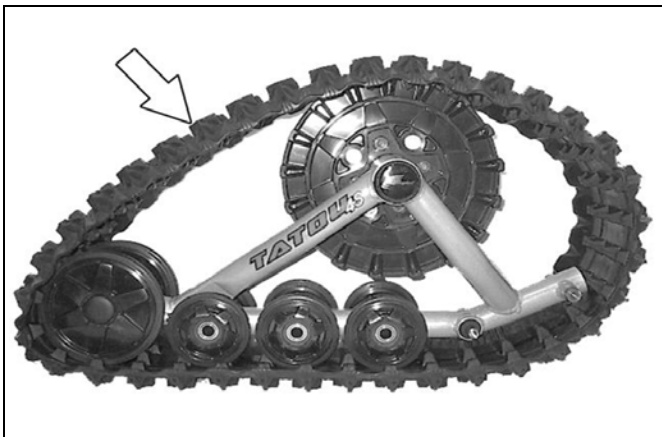

Abbildung 22
- Montieren Sie die Gummikette (siehe Abbildung 22).